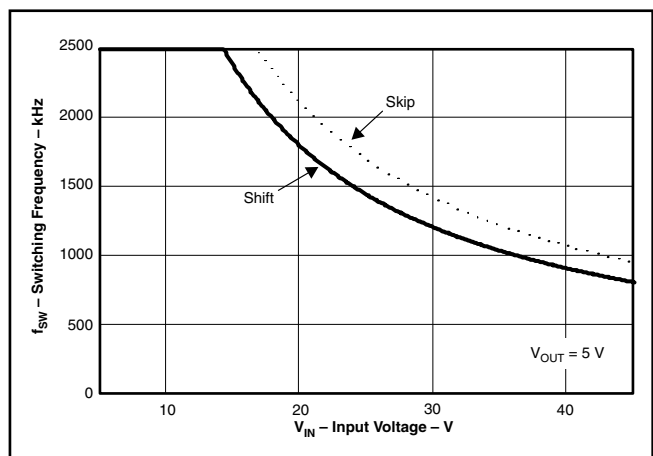

図 38. 最大スイッチング周波数 vs 入力電圧
図38では、実線が周波数シフトに関する標準の安全動作領域を示し、出力電圧は0Vと仮定し、インダクタの抵抗が0.13Ω、FETのオン抵抗が0.2Ω、ダイオードの電圧降下が0.5Vです。点線は、パルスのスキップを避けるための最大スイッチング周波数です。これらの式をスプレッドシートまたは他のソフトウェアに入力するか、またはSwitcherPro設計ソフトウェアを使用してスイッチング周波数を決定します。
TPS5401での標準の最小オン時間  $t_{on(min)}$  は130nsです。この例では、出力電圧が5Vで最大入力電圧が35Vであるため、式 (10) にインダクタ抵抗、オン抵抗、およびダイオード電圧を代入すると、最大1213kHzのスイッチング周波数を設定できます。設計で短絡発生時に過電流暴走が問題とならないようにするには、式 (11) または図38の実線の曲線を使用して最大スイッチング周波数を決定します。最大入力電圧が35Vで、ダイオード電圧を0.5V、インダクタ抵抗を130mΩ、スイッチ抵抗を400mΩ、電流